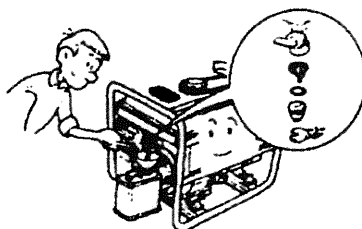

Fig. 46
- Aflojar el tornillo de drenaje del carburador y drenar el combustible que tenga dentro. (Figure 46)